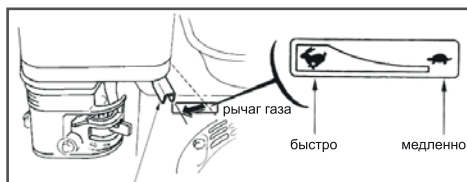

Рис.32
- Переведите рычаг газа (Рис. 32) на 1/3 хода в сторону положения максимальных оборотов двигателя (обозначение зайца на наклейке - максимальные обороты, черепахи - холостые обороты).
1. Откройте топливный кран, переместив рычаг топливного крана в рабочее положение (ON).
3. Переведите рычаг газа (Рис. 32) на 1/3 хода в сторону положения максимальных оборотов двигателя (обозначение зайца на наклейкемаксимальные обороты, черепахи холостые обороты).